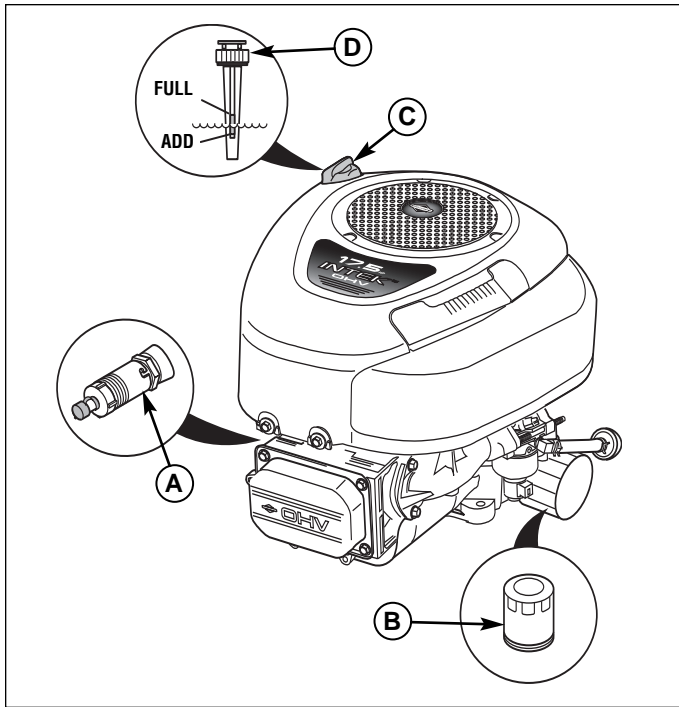

Figure 26. Modèles de moteur mono-piston
7. Positionner les lames perpendiculaire l'une sur l'autre comme illustré dans la Figure 26. Si non, il faut « Vérifier la synchronisation des lames de la tondeuse » dans cette section.
2. Nettoyer la zone autour de la jauge manuelle (C, Figure 26 ou 27).
3. Extraire la jauge manuelle (C) et l'essuyer avec une serviette en papier.
4. Réintroduire la jauge (C) dans le moteur. **Sur les modèles Briggs & Stratton**, revisser le capuchon sur le tube.
1. Placer un récipient adapté d'une capacité de 4 litres sous le robinet de vidange d'huile (A, Figure 26 ou 27).
2. Desserrer ou sortir la jauge (C).
1. Nettoyer la zone autour de la jauge manuelle (C, Figure 26 ou 27) et du robinet de vidange d'huile (A).
3. Déposer le filtre à huile (B). Le mettre au rebut.